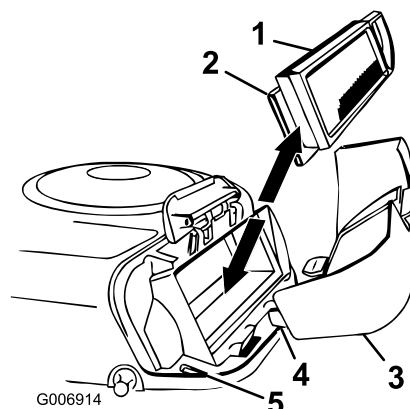

Figura 22
7. Estraete con cautela l'elemento in schiuma sintetica e l'elemento di carta dal convogliatore (Figura 22).
2. Allineate le linguette del coperchio del filtro dell'aria con le fessure del convogliatore (Figura 22).